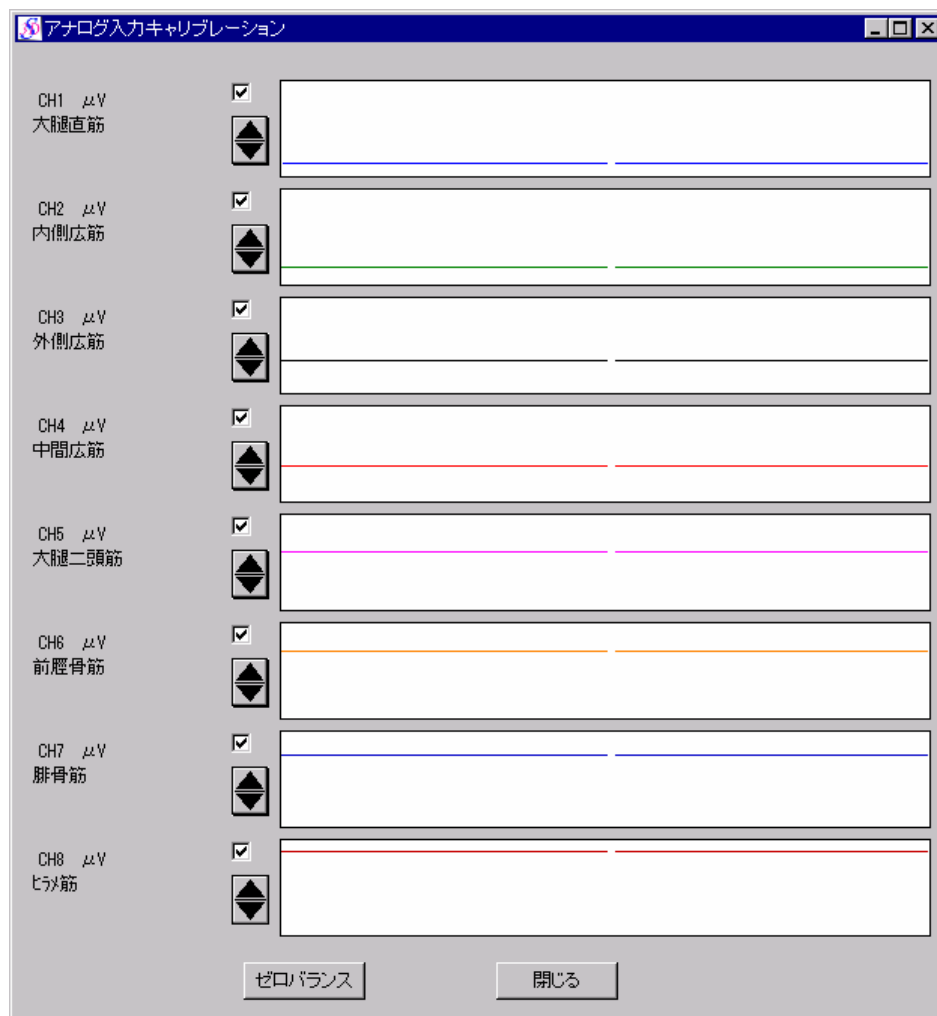

図 61 アナログ入力キャリブレーション画面
- ③アナログ入力キャリブレーション画面を起動します。
- ④表面電極ケーブルを静止した状態から動かすと、図 61 上に波形が表示されることを確認します。